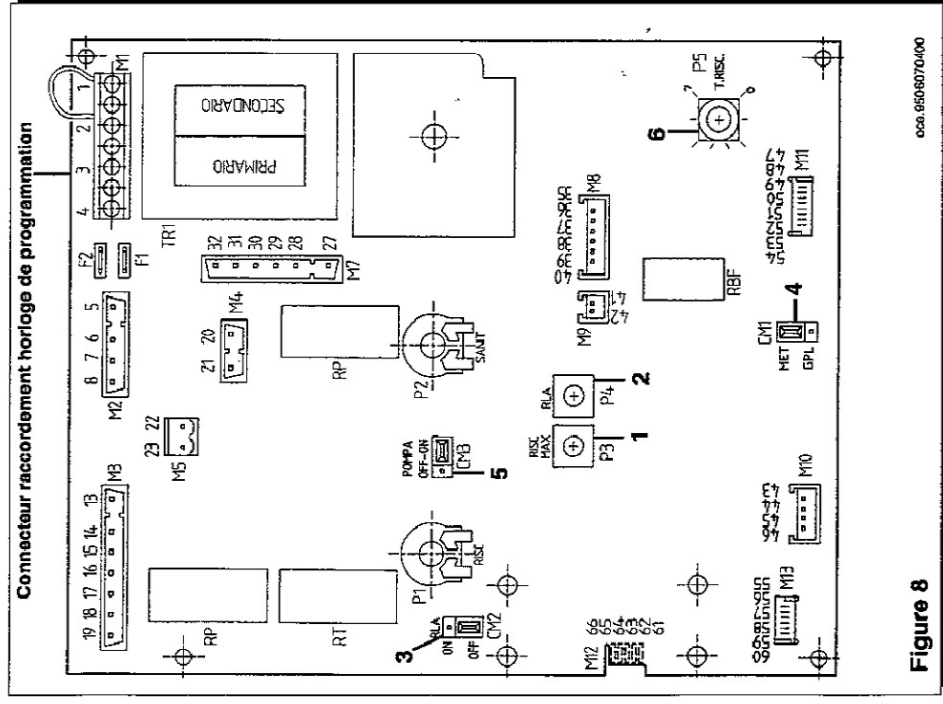

Figure 8
- * connecter le moteur du programmeur au bornier de la carte électronique principale (bornes 3 et 4 de la figure 8);
Pour utiliser ce composant, il est nécessaire de glisser, entre la carte de modulation (connecteur M13, figure 8) et le bornier du télécontrôle (bornes 4 et 5, figure 7), une carte interface fournie elle aussi en tant qu'accessoire. Le raccordement électrique à la chaudière est réalisé en utilisant deux conducteurs présentant une section minimale de 0,5 mm² et une longueur maximale de 50 m. Le pôle positif doit être raccordé à la borne 5 et le pôle négatif, à la borne 4 (voir schéma de raccordement). Si le raccordement est effectué sans respecter la polarité, le télécontrôle ne subit aucun dommage, mais il ne peut pas fonctionner.
- * positionner le pont du connecteur "changement de gaz", dans le secteur MET pour le gaz naturel ou dans le secteur GPL pour le gaz liquide (figure 8 de la page 11).